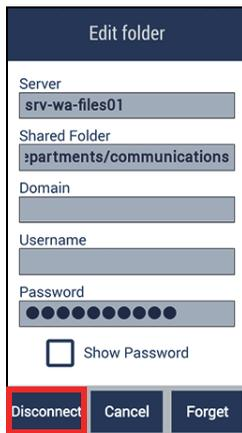

图 4-4 断开已装载的文件夹
2. 点击**Edit Folder**（编辑文件夹）对话框中的**Disconnect**（断开）（参见第114页的图 4-4）。